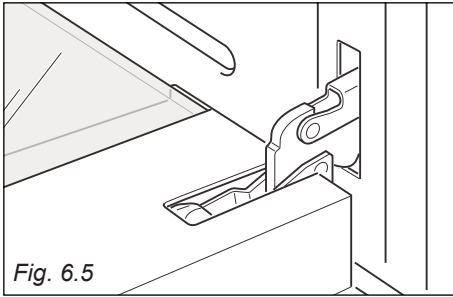

Fig. 6.5
- Ovnsdøren åpnes helt (Fig. 6.5).